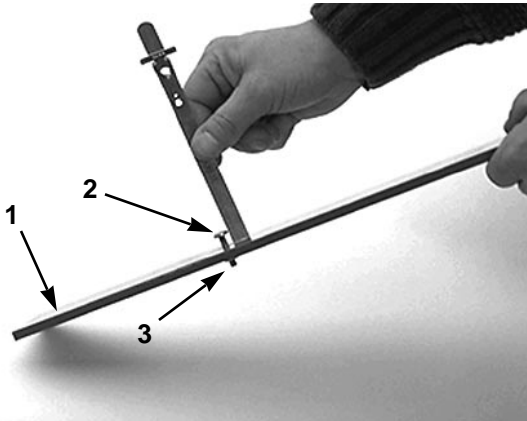

Fig. 7
3. Løsn møtrikken på målestangen (Fig. 7), og indstil justerskruen i den ønskede klippehøjde. Afstanden mellem skruehovedets nederste del og stangens forside er klippehøjden.